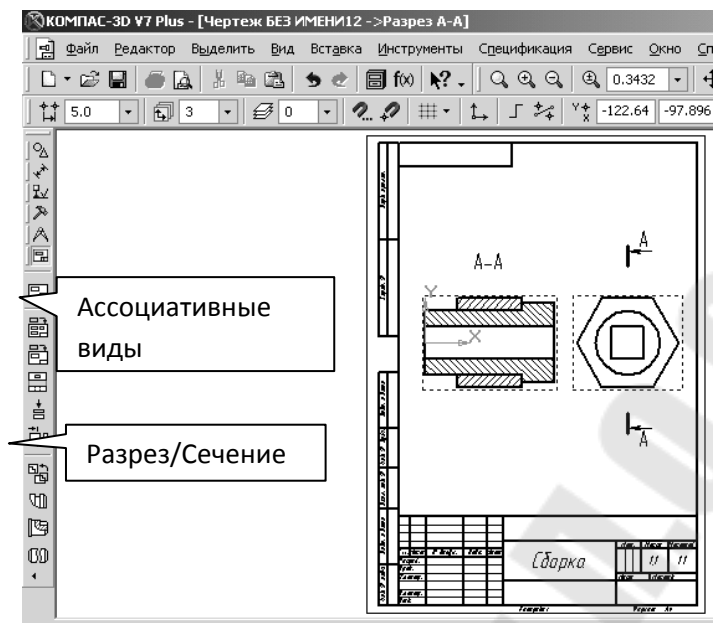

Рис. 153
- включив кнопку **Разрез/Сечение** на странице **Ассоциативный вид**, укажем курсором линию разреза А-А. На экране появится перемещающийся фантом разреза в виде прямоугольника. Зафиксируйте его в нужном месте (рис. 153).
В соответствии с ГОСТ 2.307-68 разрез, образованный секущей плоскостью, совпадающей с плоскостью симметрии детали (когда отсекается половина или четверть детали), на чертеже не обозначается. В построенном разрезе на рис. 153 обозначение разреза следует удалить.